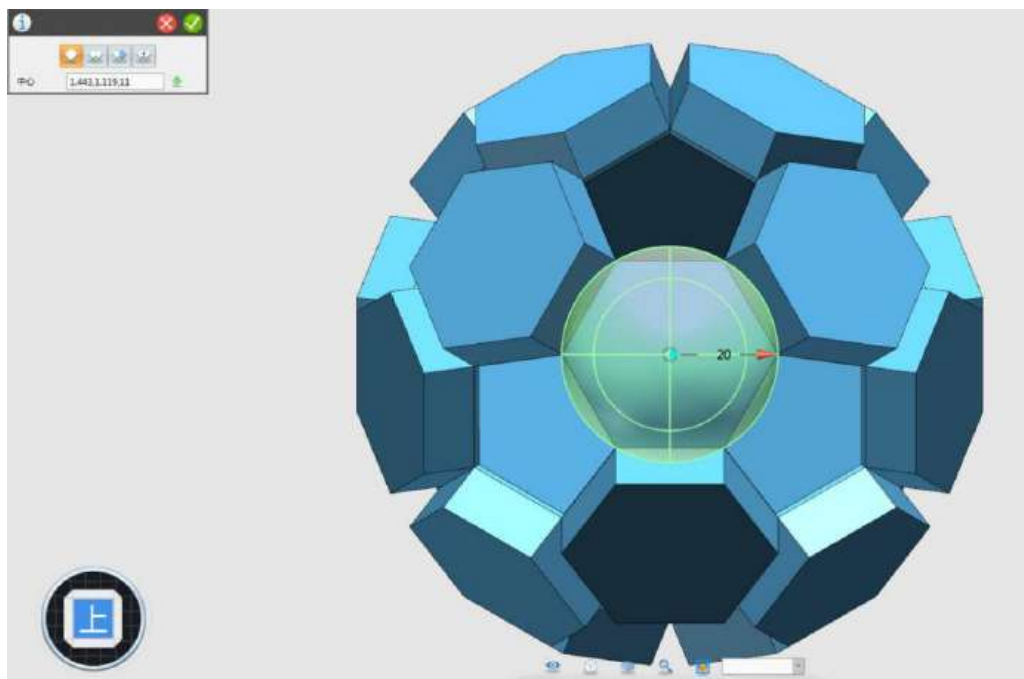

图 1-13
1. 如何进一步设计如下图的“足球”3D 模型? (可参考下图 1-13)